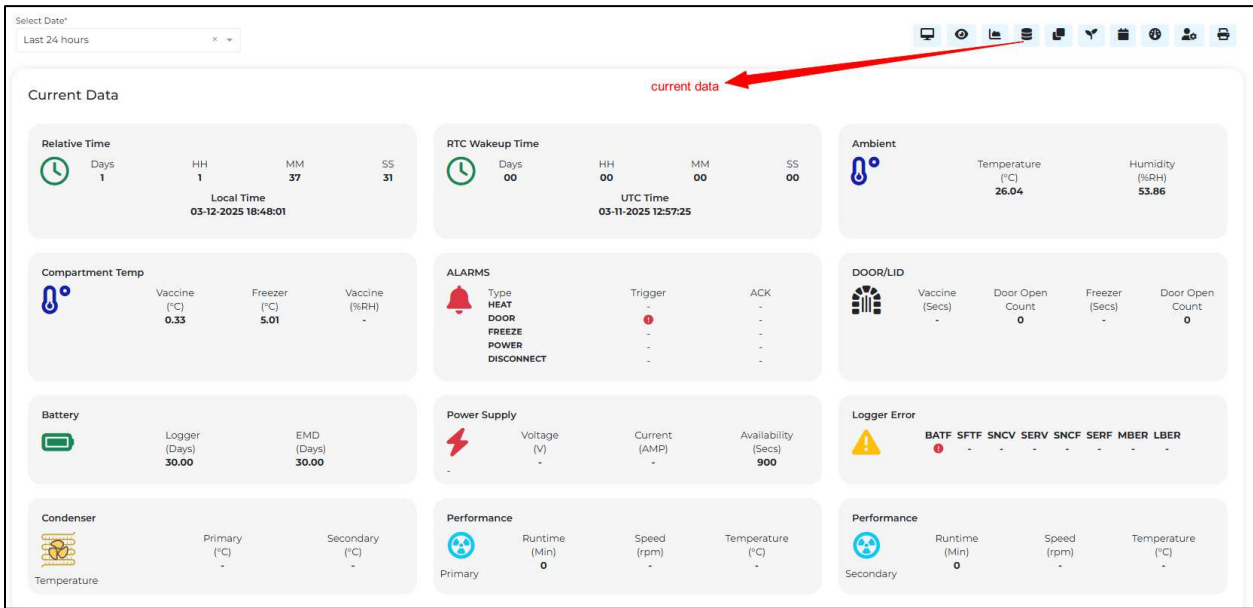

Figura 51 Panel de vista de datos actuales para el dispositivo seleccionado
- El registro de datos más reciente del dispositivo se muestra como datos actuales en el tablero en la aplicación en la nube como se ve en la figura 51.